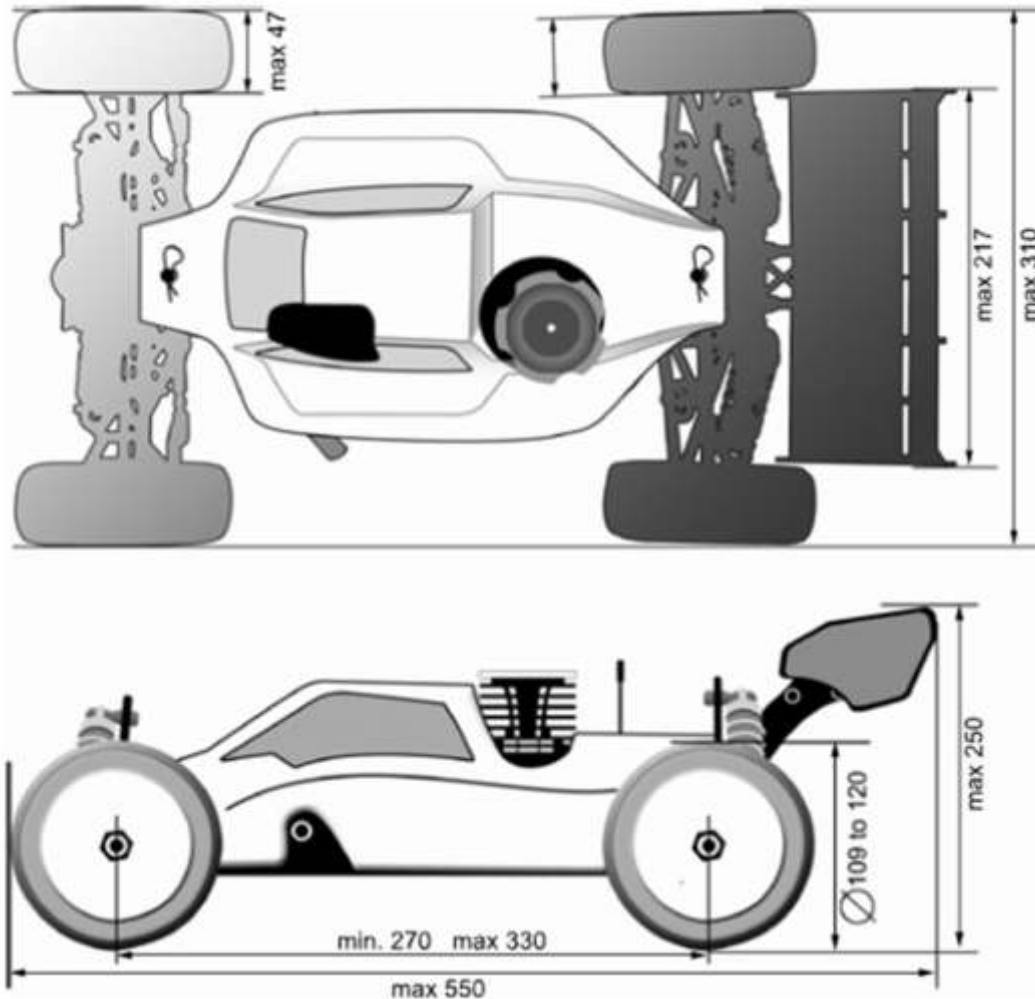

Figura 8: Dimensioni generali della 1/8 Buggy IC
- g) sono vietate ogni forma di appendice mobile presente sui bracci superiori della sospensione anteriore. Si veda a corredo la Figura 8 riporta a pagina 31.